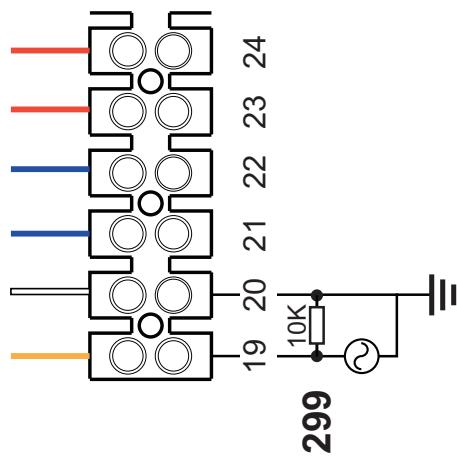

fig. 94-
**ATENCIÓN:** En caso de inestabilidad en la lectura de la señal 0-10 V por parte de la centralita electrónica, se sugiere conectar la referencia de la señal a tierra y montar una resistencia de 10K en paralelo, como se indica en fig. 94.